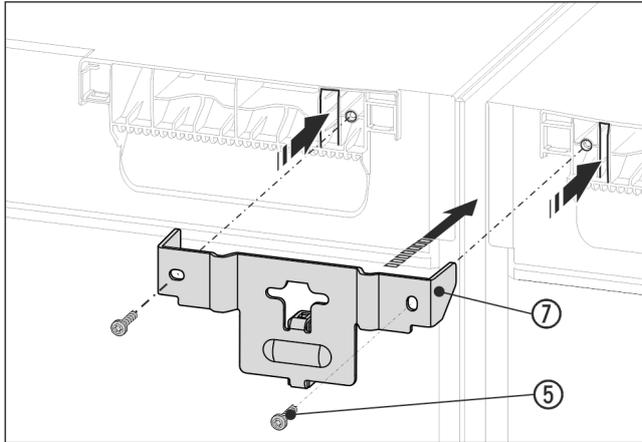

Fig. 16 Représentation à titre d'exemple
- Pousser l'équerre Fig. 16 (7) avec l'entretoise entre les appareils avec les languettes dans le plafond de l'appareil. Serrer fermement avec 2 vis Fig. 16 (5).